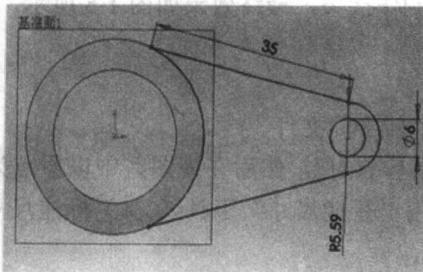

图 1-12 绘制的草图
- (5) 在“设计树”管理器中选择基准面 1，然后将视图设置为“正视于”视图。使用“直线”工具（）、“3 点圆弧”工具（）和“圆”工具（）绘制草图，并使用“智能尺寸”工具（）标注尺寸，如图 1-12 所示。